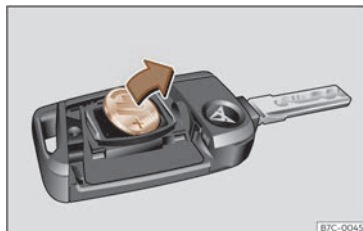

Abb. 45 Fahrzeugschlüssel: Batterie herausnehmen.
- Batterie mit einem geeigneten dünnen Gegenstand aus dem Batteriefach hebeln >>> (Abb. 45).
- Drücken Sie eine neue Batterie in das Batteriefach ein >>> ①.